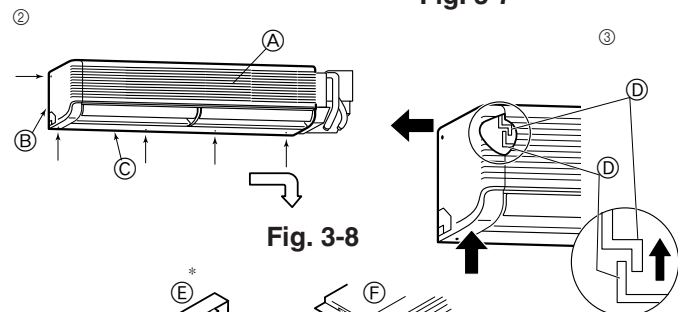

Fig. 3-8
② Снимите пять винтов, обозначенных стрелками на диаграмме. (Fig. 3-8)
③ Снимите сначала левую боковую панель, затем - нижнюю панель.